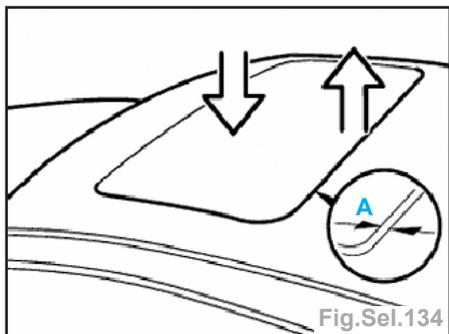

Fig.Sel.134
- Cote (fig.Sel.134) :
- Déposer les vis (2).